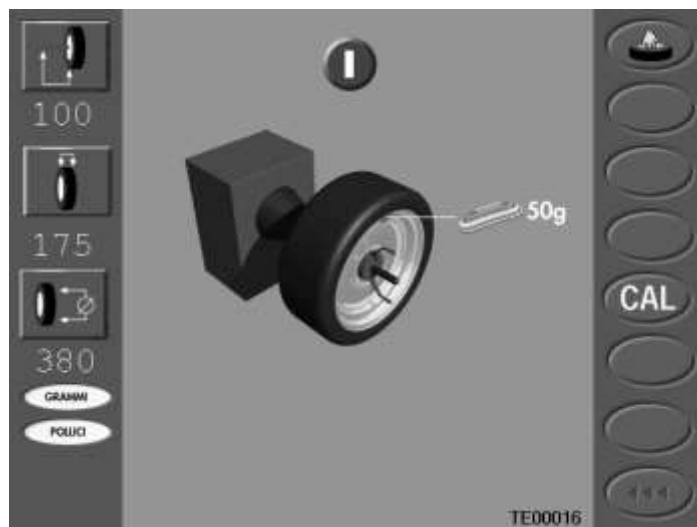

図 15-3 較正:位相 3
7. **START** キーを押してください。機械はホイ-ル・スピンを実行し、最後に図 15-3 に示されるページを表示します。